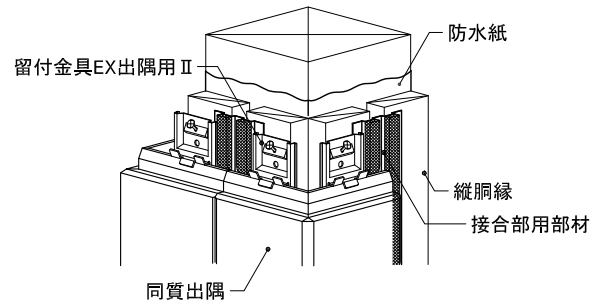

図4 ポーチ柱（突き付け接合）
- 上記に続けて、（加工した同質出隅を隙間ができないように取り付ける。(図4参照)